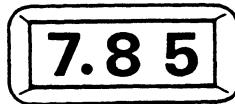

Fig. 9
② カウンタの読み取り
- Fig.9の場合には7.85mmとなります。
Fig. 9 represents 7.85 mm.